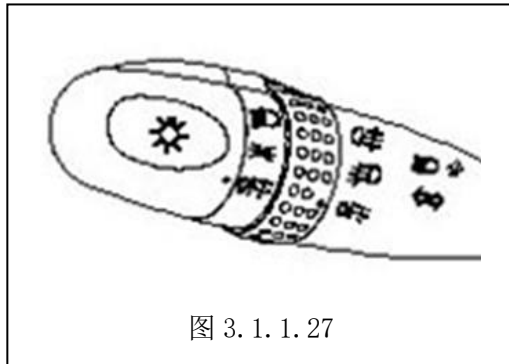

图 3.1.1.27
2) 右操纵手柄 (见图 3.1.1.28)
① 此控制杆在转向柱的右侧, 有五个档位控制刮水器 。